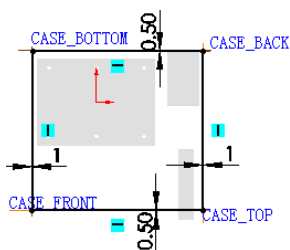

图 17.4.10 草图
Step2. 完成上步操作后，系统将自动选择“草图绘制”命令。选择 SUPPOR_PLANET 为草图平面，绘制图 17.4.10 所示的草图。